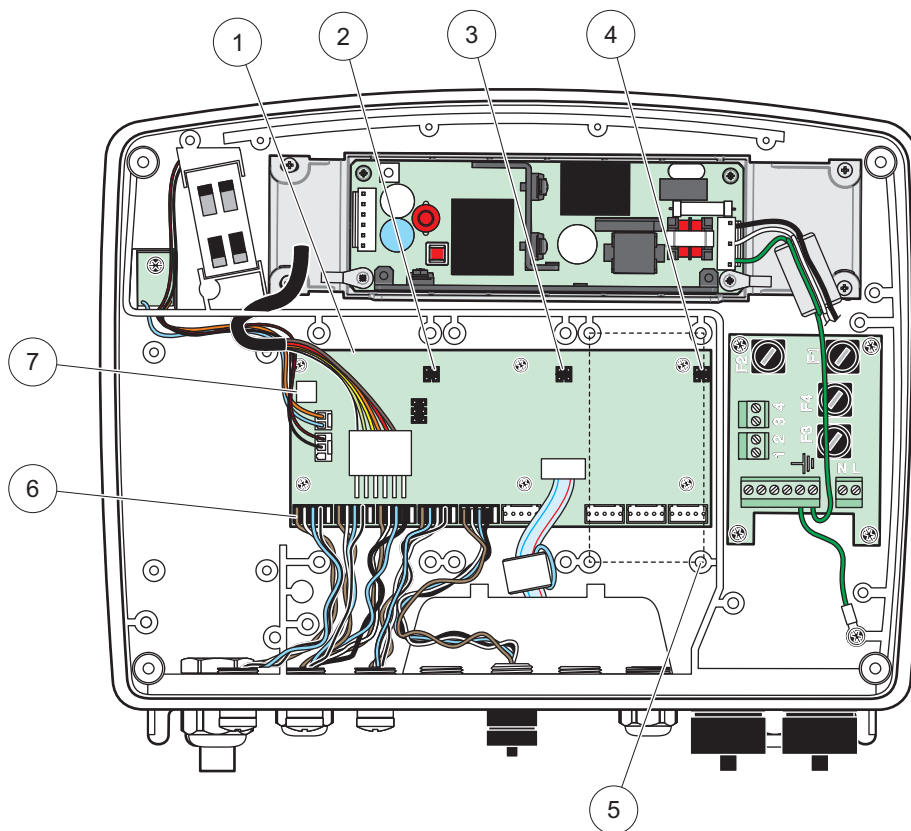

Figura 17 Conexiones de tablero de circuito principal de tarjetas de expansión
4. Instale el conector de tarjeta a la conexión adecuada en el tablero de circuito principal (Figura 17).
3. Instale el conector de tarjeta a la conexión adecuada en el tablero de circuito principal (Figura 17)).
3. Instale el conector de tarjeta a la conexión adecuada en el tablero de circuito principal (Figura 17).